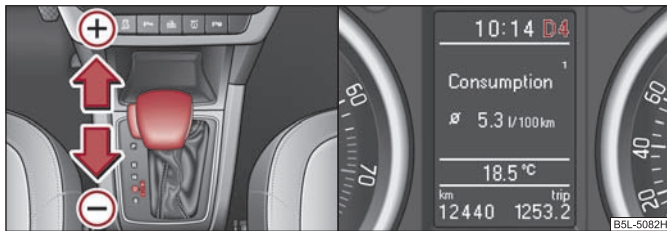

Fig. 124 Palanca selectora: cambio manual / pantalla informativa: cambio manual
La posición de la palanca selectora se visualiza junto con la marcha puesta en la pantalla informativa del cuadro de instrumentos ⇒ **fig. 124**, lado derecho.
- Presione ligeramente la palanca selectora (en la posición Tiptronic) hacia adelante ⇒ **fig. 124** (+), lado izquierdo.